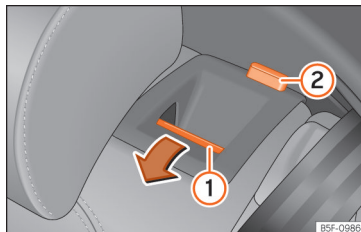

Abb. 122 Rücksitz: Rückenlehne vorklappen.
- Entriegelungstaste » Abb. 122 ① nach vorn ziehen und gleichzeitig die Rückenlehne umklappen. Die Rücksitzlehne ist entriegelt, wenn die rote Markierung des Tasters ② sichtbar ist.